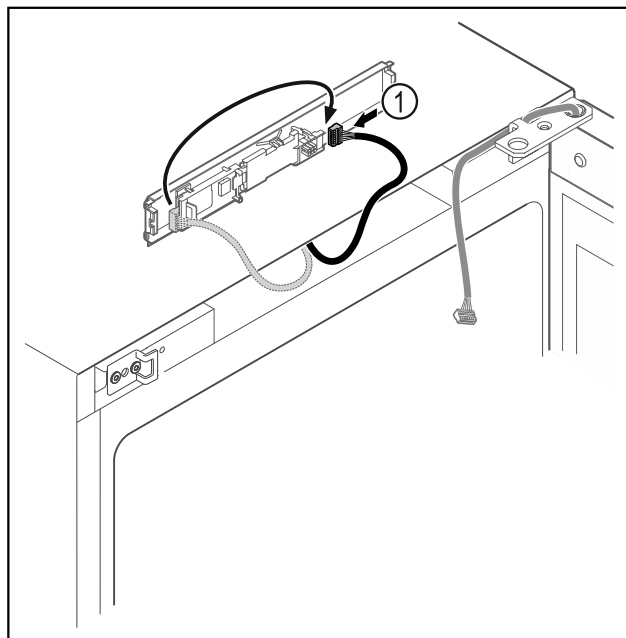

Fig. 20
- ▶ Flytta kontakten Fig. 20 (1) till kretskortet.